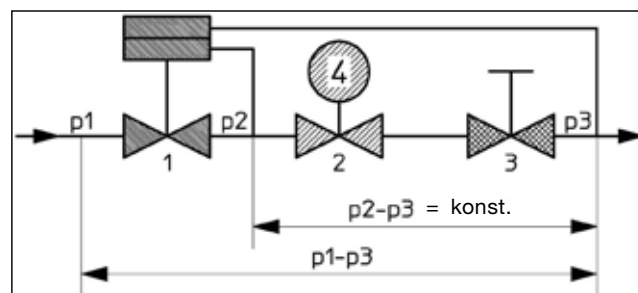

Abb. 3 Funktionsprinzip
Die Volumenstromreglerkombination vereint die Funktionen von drei Ventilen (siehe Abb. 3). Durch die integrierte Membraneinheit (1) regelt sie den Differenzdruck ($p_2 - p_3$) über die Reguliereinheit (2) sowie über die Sollwerteinheit (3) auf einen konstanten Wert. Auch bei stark schwankenden Differenzdrücken ($p_1 - p_3$), die z.B. beim Zu- und Abschalten von Anlagenteilen entstehen können, wird der Differenzdruck ($p_2 - p_3$) konstant gehalten. Hierdurch beträgt die Ventilautorität 100%.